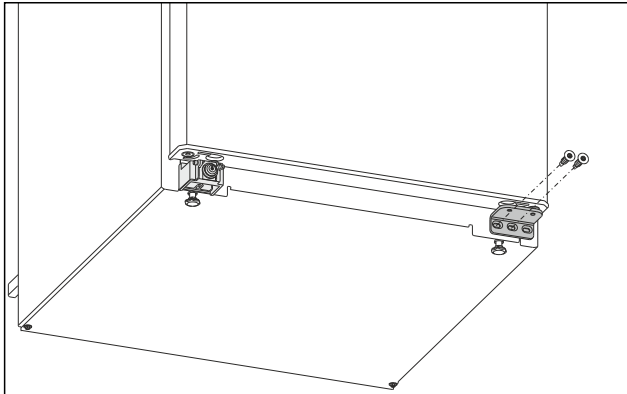

Fig. 6
- Draai de middelste schroef op de onderste lagerbok los met een Torx 20-schroevendraaier. Fig. 6 (1)
- Draai de binnenste schroef van de onderste lagerbok los met een Torx 20-schroevendraaier. Fig. 6 (2)